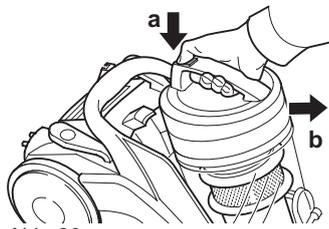

Abb. 20
1. Entriegeln Sie den Staubbehälter, indem Sie die Entriegelungstaste wie abgebildet nach unten drücken (Abb. 20/a).
2. Heben Sie den Staubbehälter nach vorn aus dem Bodenstaubsauger (Abb. 20/b).